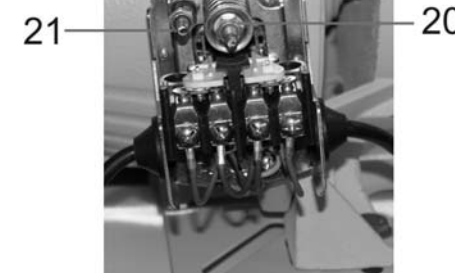

Рис.4
8.4.3.Вращением гайки 20 устанавливается давление включения, вращением гайки 21 регулируется разность между давлением включения и давлением выключения (Рис.4).